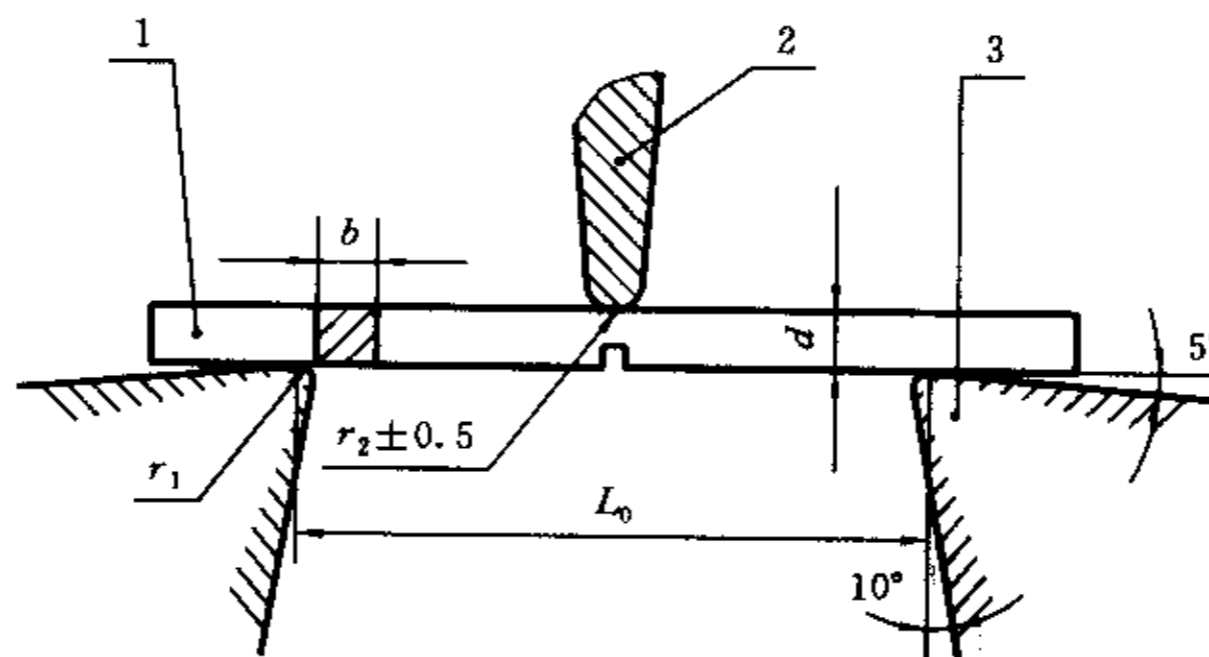

图1 摆锤刀、试样和支座的相互关系
3.3 支座角度为75°,端部半径为1mm,支座的位置应在三个方向可调节,试样跨度 $L_0$ 为40mm。试样位置应符合下列要求:摆锤铅垂时,刀刃与试样打击面应刚好接触,其偏差应在 $\pm 1$ mm之内,刀刃中点与试样打击面中心应相重合。摆锤刀、试样、支座的几何尺寸及相互关系如图1所示。